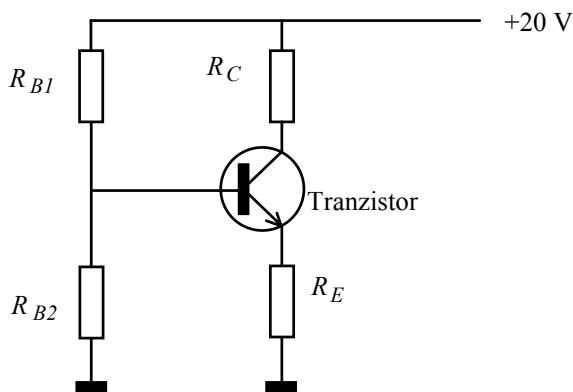

Fig. 1.30
**P 1.1.** În circuitul din Fig. 1.30, stabiliți, acolo unde se poate, sensurile curenților și polaritățile tensiunilor pe rezistoare. Pentru aceasta, utilizați rezultatul problemei rezolvate de la Cap. 1 și faptul că tranzistorul este un consumator de energie.